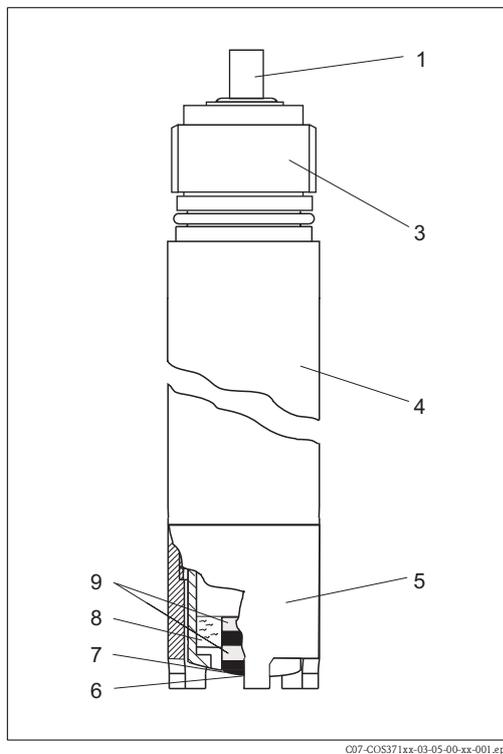

Fig. 17 : Construction de la cellule
- Corps de la cellule (fig. 17, pos. 4)
- Cage de protection (fig. 17, pos. 5)